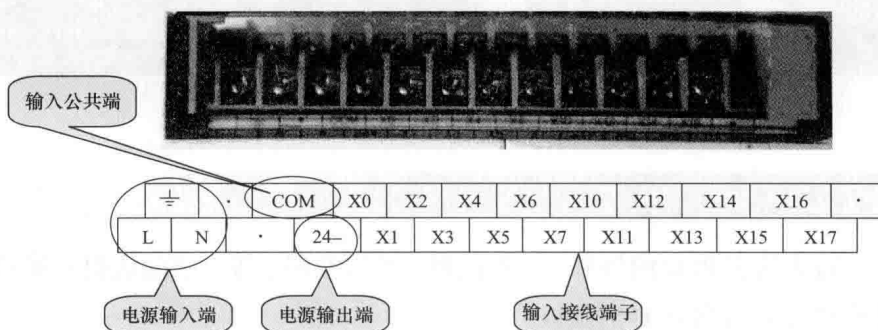

图 1-3 PLC 输入接线端
(1) 型号介绍。三菱 FX 系列 PLC 型号命名说明具体如下：
(2) 输入接线端。输入接线端可分为电源输入端、电源输出端、输入公共端 (COM) 和输入接线端子 (X) 三部分，如图 1-3 所示。